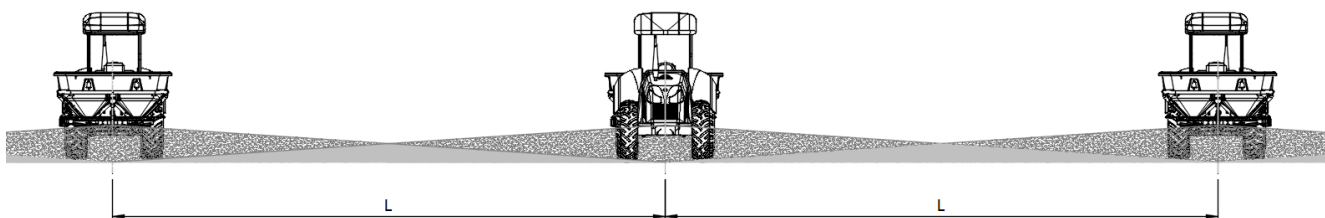

Figura 4.8 – Ej. esparcimiento en triángulo - 100% de recubrimiento
Para esparcir a toda la anchura (L) de alcance del equipo, no es necesario el uso de los dispositivos mostrados anteriormente. Para este tipo de trabajo, lo más común, la máquina realiza un esquema de esparcimiento idéntico al que se muestra en la figura siguiente (*Figura 4.8*), normalmente en forma de triángulo, con un recubrimiento aproximado del 100%.